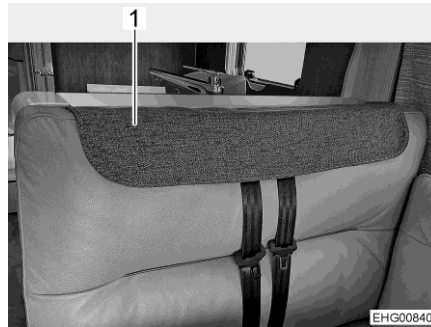

Bild 63 Sicherheitsgurtverkleidung angebracht
Wenn das Fahrzeug aufgestellt ist, können die Kopfstützen vom Rückenpolster der Sitzbank abgenommen werden, um ein bequemes Sitzen zu ermöglichen. Die Öffnungen für die Kopfstützen und der Ausschnitt für die Sicherheitsgurte können dann mit einer Sicherheitsgurtverkleidung (Bild 63,1) abgedeckt werden.
- Sicherheitsgurtverkleidung über dem Ausschnitt für die Sicherheitsgurte anbringen (Bild 63).